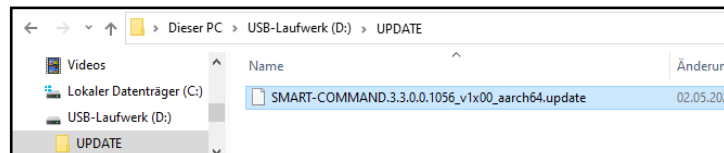

Abb. 116: Update-Ordner mit Update-Datei auf USB-Stick
4. Legen Sie die heruntergeladene Datei im Ordner „UPDATE“ ab (siehe Abb. 116).